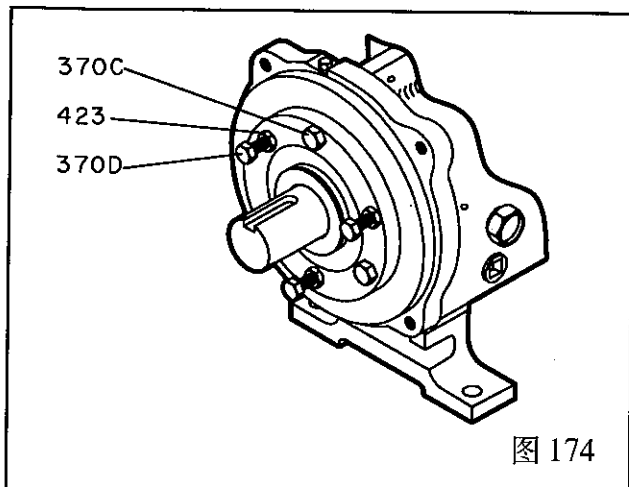

图 174
2. 拧松轴承座上的紧固螺栓(370C)和推顶螺栓(370D)(图 174)。